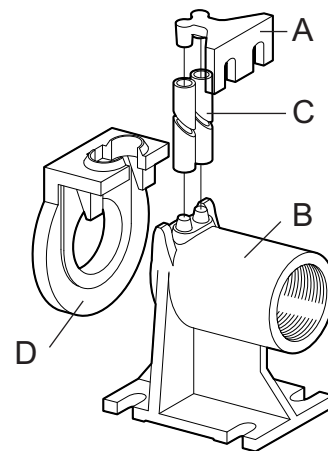

Fig. 7 Picioare de cuplare
- Fixați scara de ancorare tuburi (fig. 7 – poz. A) de ghidare la marginea bazinului.
- Plasați pe fundul puțului piciorul de susținere pentru cuplarea automată (fig. 7 – poz. B) și controlați, printr-un fir de plumb, că proiecțiile conice pentru angajarea de tuburi de ghidare sunt perfect perpendiculare pe proiecțiile corespunzătoare ale suportului de ancorare al marginei bazinului. Verificați și platitudinea cu o nivelă cu balon de aer.
- Marcați poziția fantelor de pe piciorul de sprijin, asadar aratați lungimea exactă a tuburilor de ghidare (fig. 7 – poz. C).
- Montați flanșa specială (fig. 7 – poz. D) la cursor și ghidarea către gura de trimitere a pompei și agățați funia sau lanțul la mânerul sau orificiu pe partea superioară a corpului.